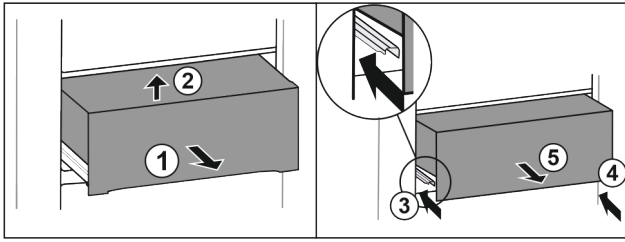

Fig. 35 *
- ▶ Вытяните выдвижной ящик наполовину Fig. 35 (1).*
- ▶ Приподнимите спереди Fig. 35 (2).*
- ▶ Вставьте левую направляющую Fig. 35 (3).*
- ▶ Вставьте правую направляющую Fig. 35 (4).*
- ▶ Извлеките выдвижной ящик движением вперед Fig. 35 (5).*